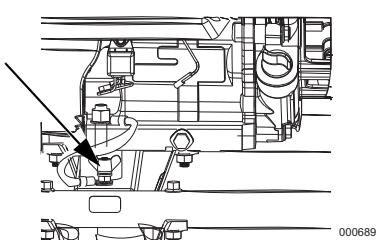

Figure 3-1. Mise à la terre du générateur
Voir **Figure 3-1**. Le générateur portatif est équipé d'une borne permettant d'y raccorder un conducteur d'électrode de mise à la terre sur site, lorsqu'un système d'électrodes de mise à la terre est requis par l'article 250.34 (A) du NEC. Les bornes du conducteur de mise à la terre de l'équipement, sur les prises du générateur, sont connectées au châssis du générateur. Si le générateur alimente des équipements raccordés par cordon et fiche, par exemple des outils électriques, le NEC ne prévoit pas que le châssis du générateur soit nécessairement raccordé à une électrode de mise à la terre sur site. Le conducteur de neutre du générateur est connecté au châssis du générateur, conformément à l'article 250.34 (A) du NEC.
Voir **Figure 3-1**. Lorsque le générateur est raccordé à un commutateur de transfert manuel, ce dernier doit également commuter le neutre en cas de transfert (commutateur tripolaire) afin d'être conforme au NEC. Afin de garantir la bonne mise à la terre du générateur, il est nécessaire de brancher une électrode de mise à la terre au châssis du générateur. Le fil de terre branché depuis le châssis/la borne du générateur à une électrode de mise à la terre sur site doit être d'un courant permanent admissible égal ou supérieur à celui du conducteur le plus grand utilisé dans le générateur. Les commutateurs de transfert manuels et les kits Generac HomeLink respectent ce critère, leur utilisation est donc recommandée.